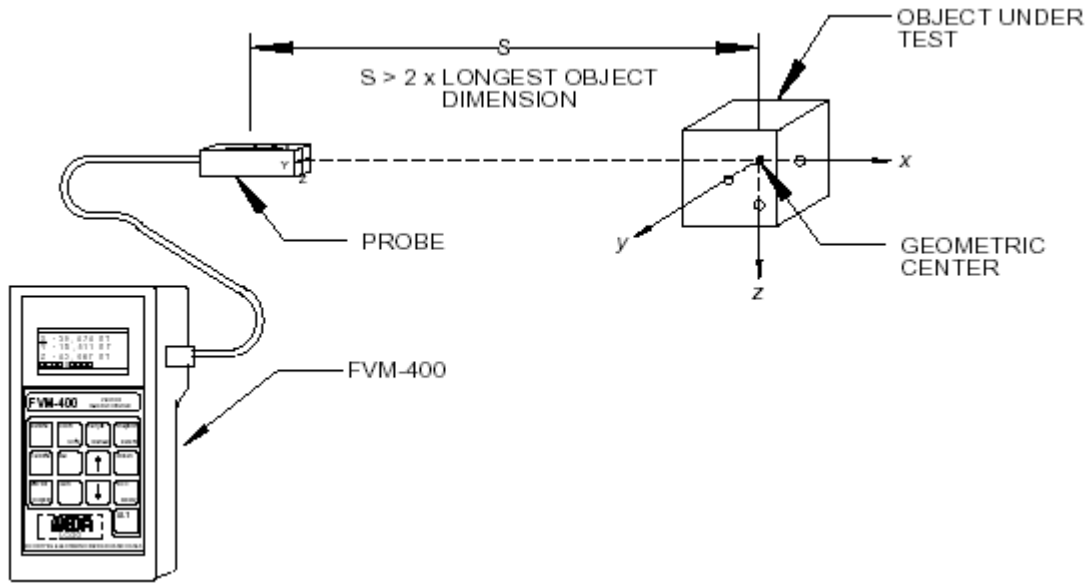

図7 対象物の磁気モーメント測定する場合はじめの位置
7. 対象の中心とX軸センサーの中心を示している十字カーソルの間の距離が、対象のX寸法の2倍になる場所に、プローブのX軸の延長線上に沿って対象を置きます。（図7を参照）
8. プローブのX、Y、Z軸と対象のそれが一致するように、対象を回転させます。プローブと対象物の軸の矢印は、同じ方向を指していなければなりません。（図7を参照）